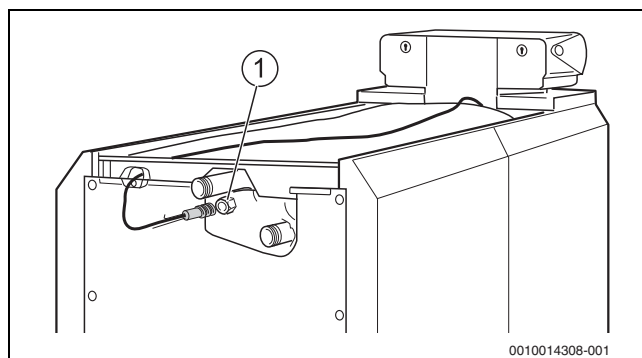

Fig. 25 Introducerea senzorului de temperatură în teaca de imersie
Senzorii limitatorului de temperatură de siguranță (STB) și ai termostatlui (TR) trebuie montați în locul de instalare (→ fig. 25, pagina 25) pe latura superioară a cazanului.